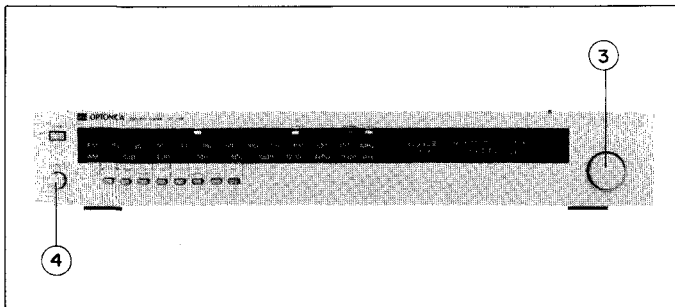
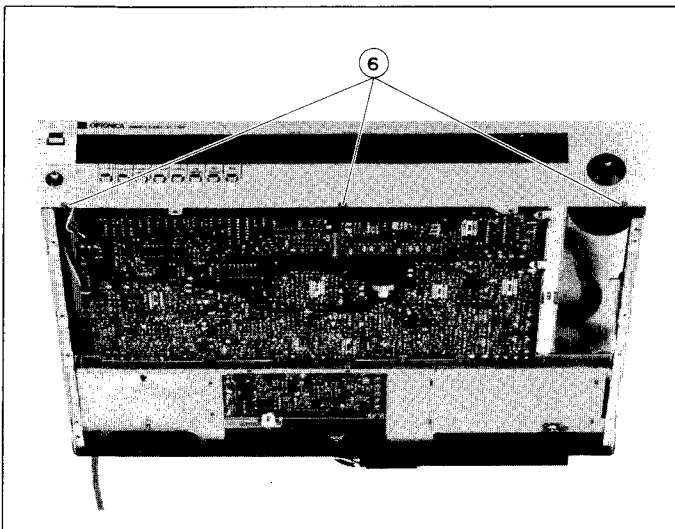
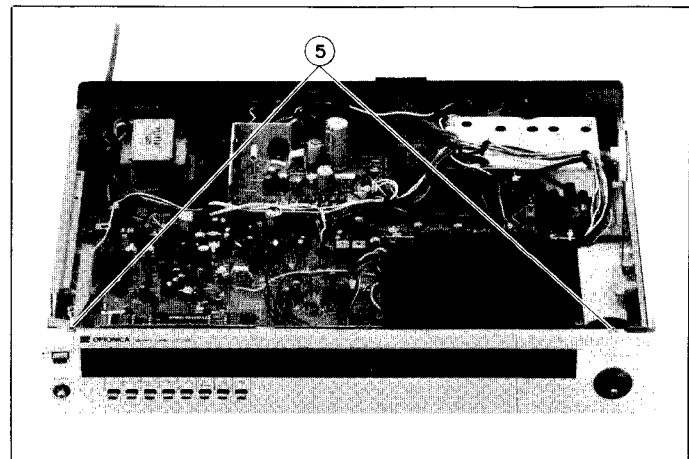

Abbildung 4-1
Abbildung 4-3
Abbildung 4-2
**3) Um die Frontplatte zu entfernen:** (Siehe Abb. 4-1, Abb. 4-2 und Abb. 4-3.)